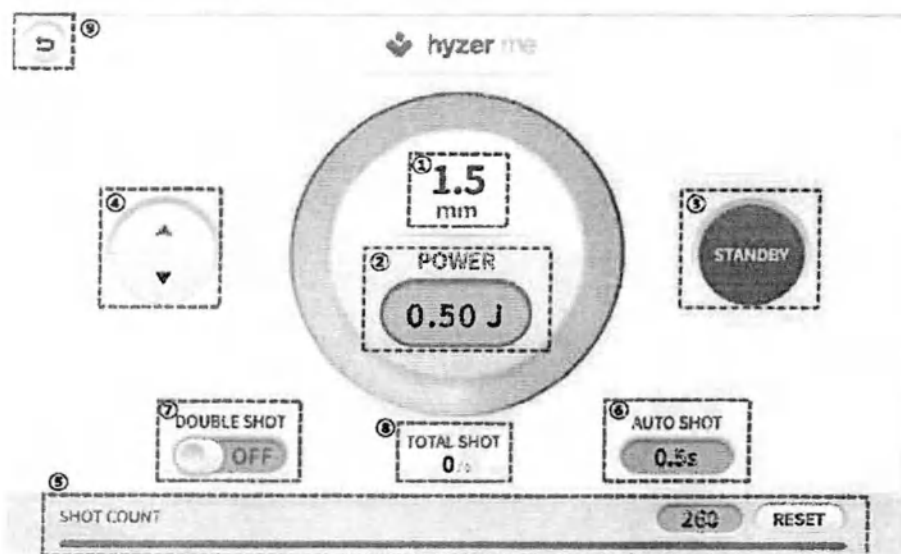

Рисунок 11 – Главный экран системы Hyzer Me, где: 1 – Кнопка «hyzer me»;
- Главный экран (рисунок 11, таблица 4);
4.2.1 Главный экран (рисунок 11, таблица 4)